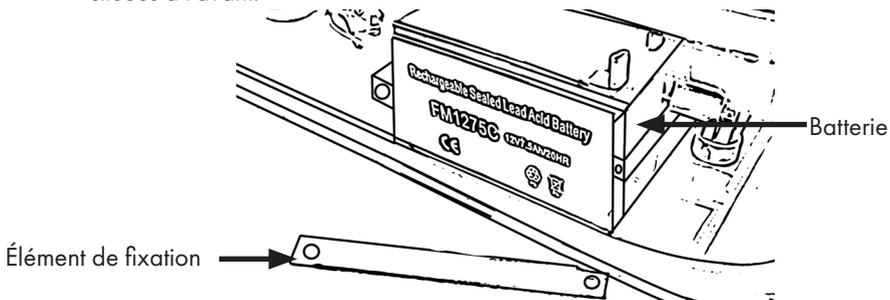

Figure 12
- Insérez d'abord la pile comme indiqué dans la figure 12 et fixez-la à l'aide des vis situées à l'avant.